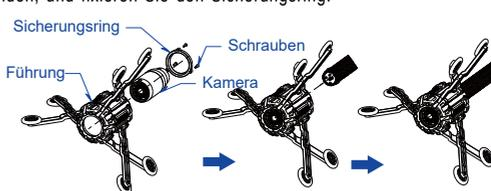

Abbildung 14 - Führungsschlitten
- 2) Montieren Sie den Führungsschlitten gem. Abbildung 14.